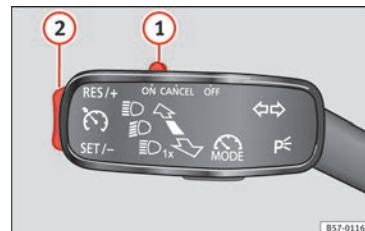

Fig. 49 A la izquierda de la columna de la dirección: conmutador y mandos de manejo del GRA.
- Conectar el GRA: desplace el conmutador »» **fig. 49** ① hasta **ON**. El sistema está encendido. El sistema no regula al no haber programado ninguna velocidad.
- Activar el GRA: pulse el botón »» **fig. 49** ② en la zona **SET/-**. La velocidad actual se memoriza y regula.
- Desconectar el GRA temporalmente: desplace el conmutador »» **fig. 49** ① hasta **CANCEL** o pise el freno. La regulación se desconecta temporalmente.
- Conectar el GRA de nuevo: pulse el botón »» **fig. 49** ② en **RES/+**. La velocidad memorizada se guarda y regula otra vez.
- Aumentar velocidad programada durante regulación de GRA: pulse botón ② en **RES/+**. El vehículo acelera hasta la nueva velocidad guardada.
- Reducir velocidad programada durante regulación de GRA: pulse botón ② en **SET/-** para reducir 1 km/h (1 mph). La velocidad se reduce hasta alcanzar la nueva velocidad memorizada.
- Desconectar el GRA: desplace el conmutador »» **fig. 49** ① a **OFF**. Se desconecta el sistema y la velocidad memorizada se borra.